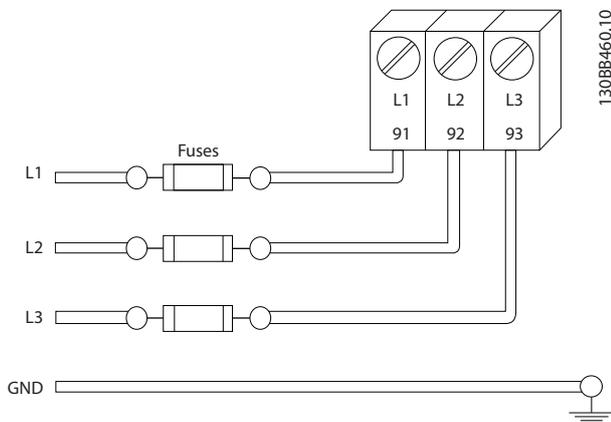

图 2.4 变频器熔断器
- 必须为所有变频器都提供短路和过电流保护。为了提供这种保护，须采用输入熔断装置，请参阅图 2.4。如果出厂时没有附带熔断器，则须由安装商作为安装的一部分而提供。请参阅 10.3.1 保护 中的熔断器最大额定值。
- 必须为所有变频器都提供短路和过电流保护。为了提供这种保护，须采用输入熔断装置，请参阅图 2.4。如果出厂时没有附带熔断器，则须由安装商作为安装的一部分而提供。请参阅 10.3.1 保护中的熔断器最大额定值。